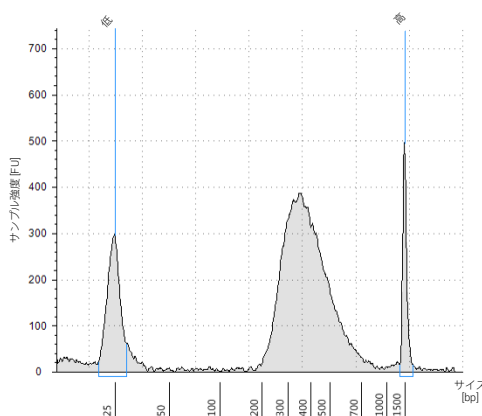
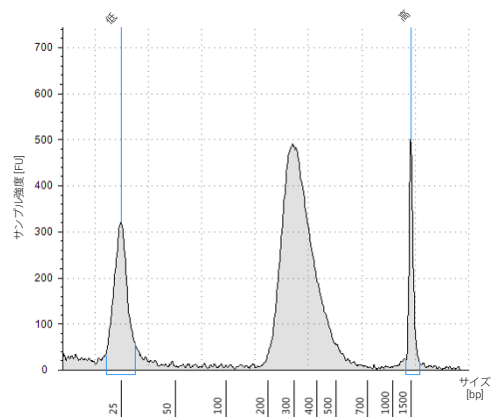
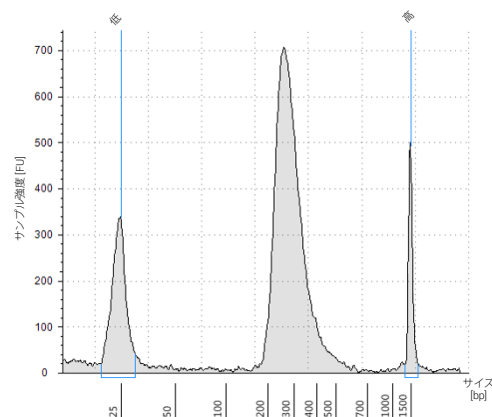

図 9 高品質 gDNA サンプルから調製されたキャプチャ後のライブラリ (High Sensitivity D1000 ScreenTape アッセイによる解析)
図 10 一般的な FFPE gDNA サンプルから調製されたキャプチャ後のライブラリ (High Sensitivity D1000 ScreenTape アッセイによる解析)
図 11 低品質 FFPE gDNA サンプルから調製されたキャプチャ後のライブラリ (High Sensitivity D1000 ScreenTape アッセイによる解析)
- 3 泳動終了後のエレクトロフェログラムで、DNA 断片サイズのピークが 200 ~ 400 bp の間にあることを確認します。泳動の例は、図 9 (高品質 DNA から調製されたライブラリ)、図 10 (中程度の品質の FFPE DNA から調製されたライブラリ)、および 図 11 (低品質の FFPE DNA から調製されたライブラリ) に示されています。